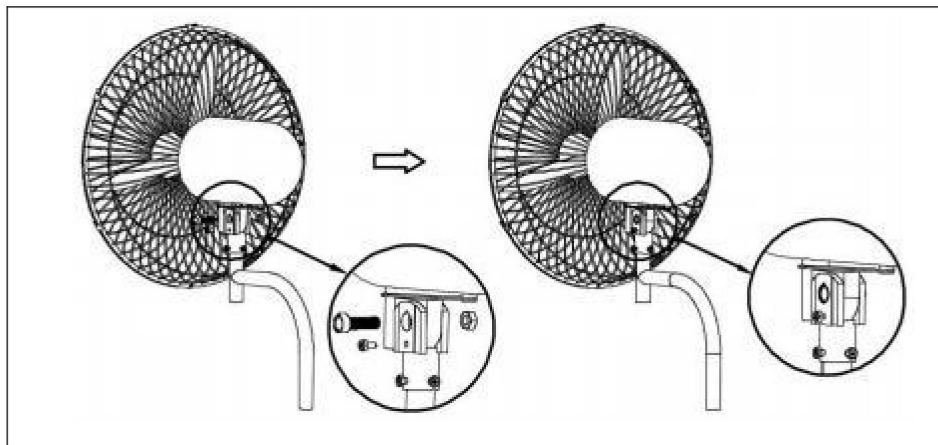

Abb.8.
1). Montieren Sie den Lüfterkopf an der Halterung, ziehen Sie dann die Halterungsschrauben4(10) und Halterungsmuttern1(11) fest und ziehen Sie schließlich die Halterungsschrauben3(9) fest. Siehe (Abb.8).